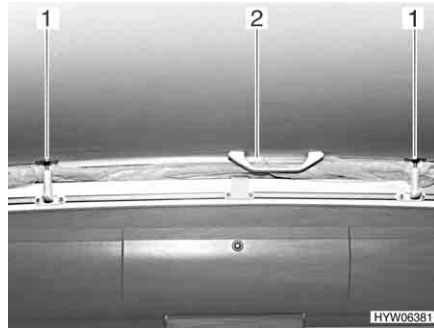

Fig. 38 Tetto sollevabile, chiuso
- Estrarre tutti i tenditori (Fig. 38,1) dal supporto, tirandoli verso il basso.
- Premere il tetto sollevabile verso l'alto mediante le maniglie (Fig. 38,2).
- Premere il tetto sollevabile verso il basso mediante le maniglie (Fig. 38,2).
- Tirare tutti i tenditori (Fig. 38,1) verso il basso e arrestarli.